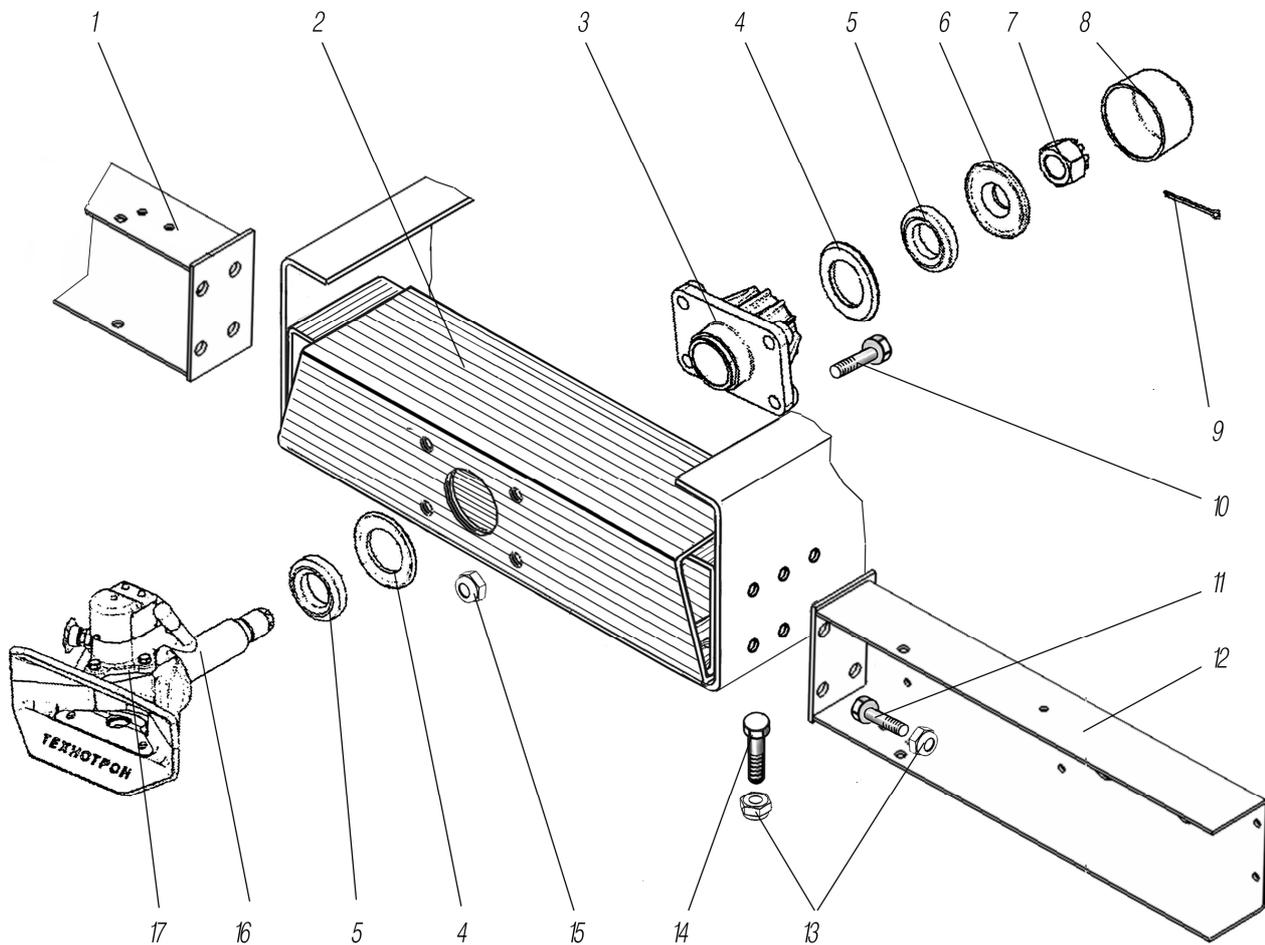

Рисунок 3.2
*¹ Допускается замена на установку тягово-сцепного устройства см. рисунок 3.2
Can be changed for towing unit assembly see figure 3.2